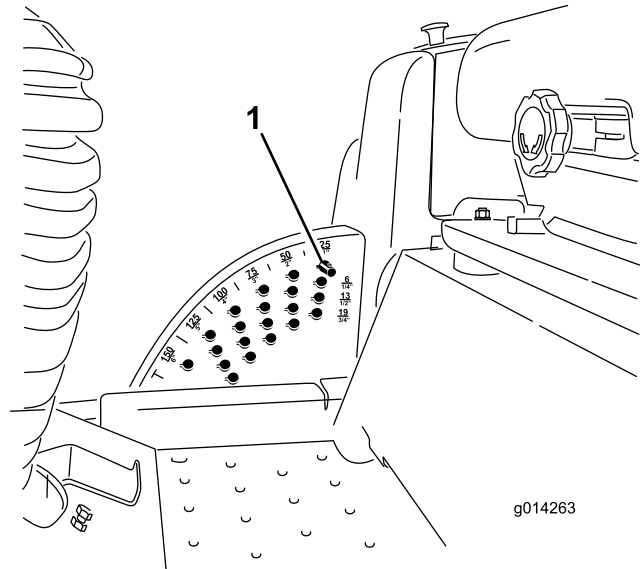

Figura 2
3. Observe la posición del pasador en el soporte de altura de corte para el ensamblaje posterior (Figura 2). Retire el pasador del soporte de altura de corte.